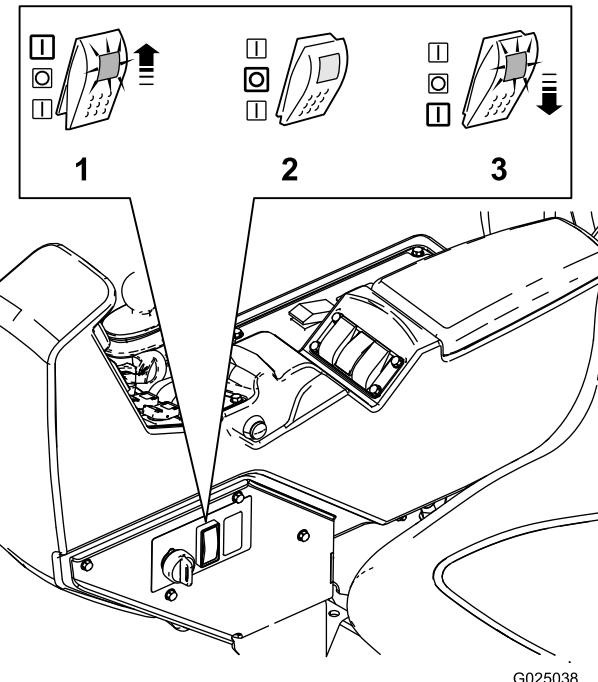

**Figure 36**
- Cette configuration est celle de la rampe (Figure 36). Utilisez cette configuration pour pulvériser de l'eau de rinçage par les rampes.